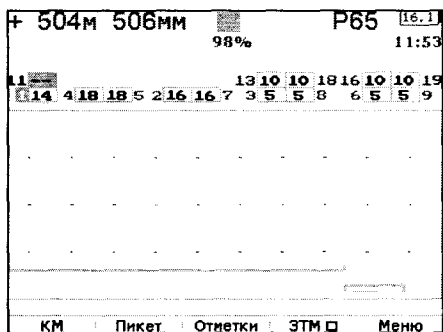

Рисунок 81
2.1 Включить дефектоскоп нажав клавишу D . Через ~ 30 секунд дефектоскоп должен переключиться в многоканальный режим работы с выведенной на экран дефектоскопа мнемосхемой и разверткой типа А канала 1 (рисунок 81).
2.1 Включить дефектоскоп, нажав клавишу . Через ~ 30 секунд дефектоскоп должен переключиться в многоканальный режим работы с выведенной на экран дефектоскопа мнемосхемой и разверткой типа А канала 1 (рисунок 81).